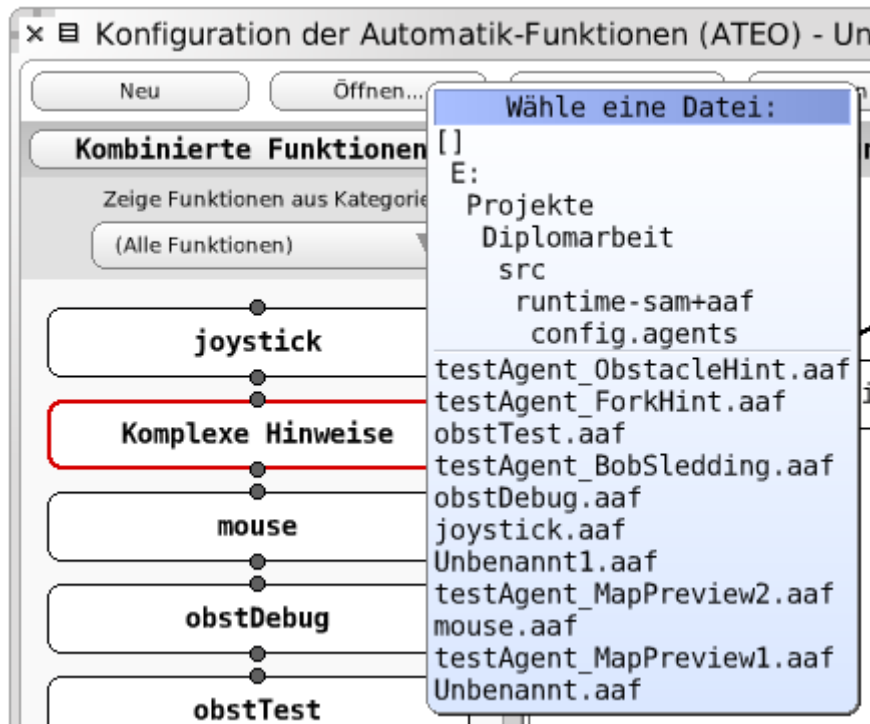

Abbildung 15: Beim Laden von Automatiken werden die verfügbaren zur Auswahl gestellt.
1. Der Button Öffnen in der Menüleiste (Abbildung 14) wird ausgewählt. Es erscheint ein Auswahldialog, der alle im Standardverzeichnis vorhandenen Automatiken als Dateien zur Auswahl stellt (s. Abbildung 15).